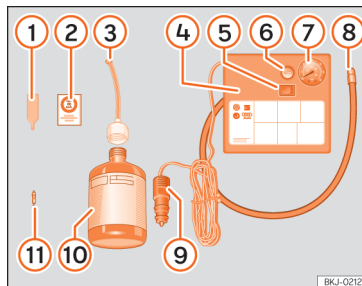

Fig. 251 Representação standard: conteúdo do kit antifuros.
O kit antifuros está localizado na bagageira, por baixo do revestimento do piso. Inclui os seguintes componentes >>> **Fig. 251:**
- Desenrosque a proteção e o obus da válvula do pneu. Utilize o aparelho >>> **Fig. 251 1** para retirar o obus. Coloque-o numa superfície limpa.
- Agite com força a garrafa de vedante de pneus >>> **Fig. 251 10**.
- Enrosque o tubo de enchimento >>> **Fig. 251 3** na garrafa de vedante. O selo da garrafa partir-se-á automaticamente.
- Remova o tampão do tubo de enchimento >>> **Fig. 251 3** e enrosque a extremidade aberta do tubo na válvula do pneu.
»» **Fig. 251 ①** na válvula do pneu.
• Enrosque o tubo de enchimento do pneu do compressor »» **Fig. 251 ⑧** na válvula do pneu.
• Verifique se o parafuso de evacuação de ar está fechado »» **Fig. 251 ⑥**.
• Ligue o conector »» **Fig. 251 ⑨** a uma tomada de corrente de 12 volts do veículo »» **Página 250**.
• Ligue o compressor de ar com o interruptor ON/OFF »» **Fig. 251 ⑤**.
• Cole o autocolante »» **Fig. 251 ②** no painel de instrumentos, dentro do campo visual do condutor.
»» **Fig. 251 ⑧** e verifique a pressão no manómetro **⑦**.